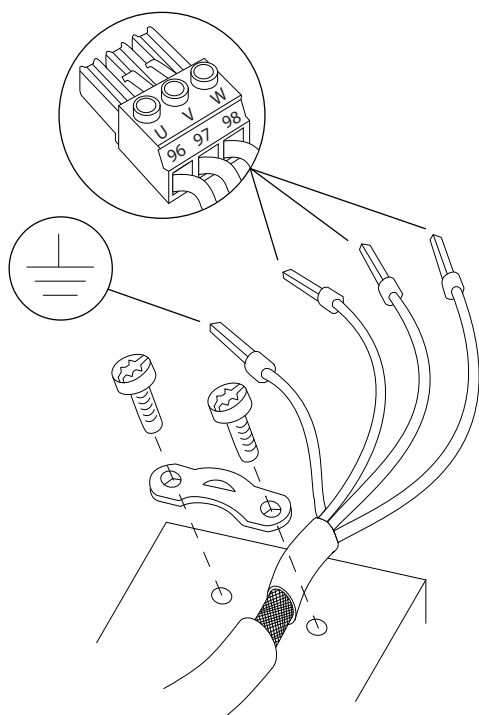

Ilustración 4.6 Conexión del motor
3. Conecte el cable de toma a tierra al terminal de conexión a tierra más cercano, según las instrucciones de conexión a tierra del *capítulo 4.3 Toma de tierra*. Consulte la *Ilustración 4.6*.
4. Conecte el cableado del motor trifásico a los terminales 96 (U), 97 (V) y 98 (W), consulte *Ilustración 4.6*.